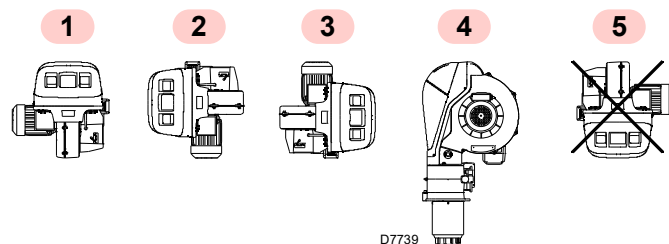

Abb. 10
- Der Brenner ist ausschließlich für den Betrieb in den Stellungen **1**, **2**, **3** und **4** (Abb. 10) ausgelegt.